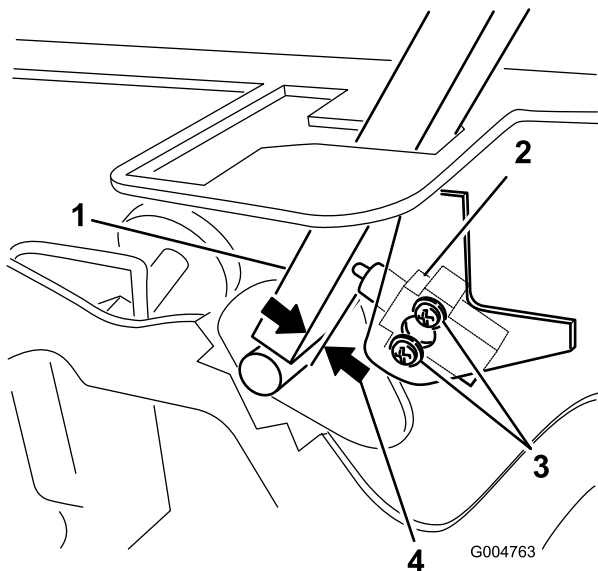

図 59
3. インタロック・スイッチを固定しているネジ 2本を取り外す(図 59)。
バーとスイッチのボディーとの距離が 0.4~1 mm になるように調整する(図 59)。